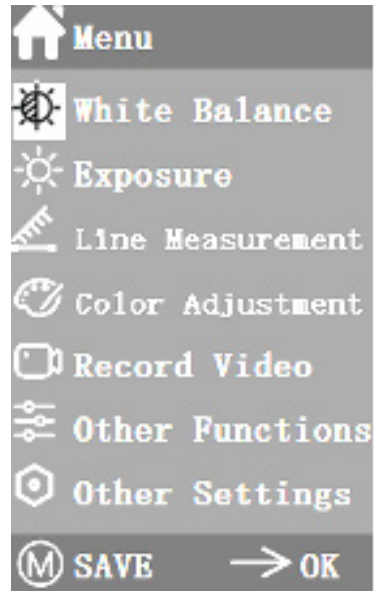

Abbildung 4-1
- Warten Sie nach dem Einschalten des Geräts und dem Drücken der Einschalttaste, bis der Bildschirm aufleuchtet. Drücken Sie dann die mittlere Taste der Menütasten (mit "M" gekennzeichnet), um das Menü aufzurufen (Abbildung 4-1). Die Position des aktuellen Cursors (d.h. die Position des hervorgehobenen Symbols) ist die Option für die Weißabgleichsfunktion